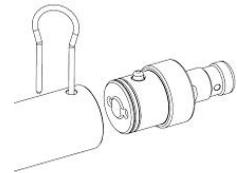

Abb. 19
- Drücken Sie mit der Gabel den anderen Arretierstift hinein und ziehen Sie das Eingangsstück heraus. (Abb. 19)